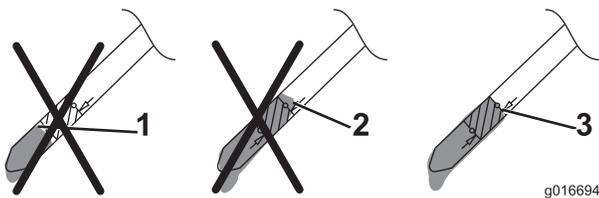

**Figura 33**
6. Retire la varilla y drene el aceite usado en un recipiente (Figura 33).